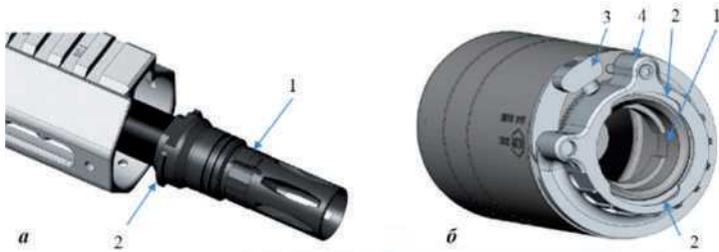

Рис. 114. Елементи будови спеціального дульного пристрою (полум'ягасника):
Швидкозйомний Пристрій Зменшення Рівня Звуку Пострілу (ПЗРЗП-Ш) – призначений для зменшення рівня звуку пострілу та зменшення спалаху під час пострілу. Порохові гази під час проходження через пристрій розширюються та втрачають швидкість. Внаслідок розширення порохових газів відбувається зменшення тиску всередині пристрою та значне зменшення і розсіювання звуку пострілу. Особливістю пристрою порівняно із звичайним ПЗРЗП є те, що цей пристрій складається з двох основних частин, а саме: спеціального дульного пристрою (полум'ягасника), та ПЗРЗП-Ш, який має конструктивну особливість швидкого приєднання до полум'ягасника. В задній частині ПЗРЗП-Ш виконано елементи кріплення до полум'ягасника. Щілинний полум'ягасник монтується на ствол (рис. 114а), а ПЗРЗП-Ш встановлюється уже на нього (рис. 114б). Для надійної фіксації спеціального дульного пристрою на стволі та запобігання його самовільному відкручуванню під час вібрації стрільби необхідно попередньо
1. Встановити гайку ПЗРЗП-Ш в положення «відкрито». Для цього потрібно натиснути на гайці клавішу фіксатора (поз. 3 рис. 114б) із написом «PUSH» і повернути гайку (поз. 4 рис. 114б) в напрямку до упору.
5. Зафіксувати ПЗРЗП на спеціальному дульному пристрої. Для цього потрібно повернути гайку (поз. 4 рис. 114б) в напрямку  попередньо натиснувши клавішу (поз. 3 рис. 114б).
1. Встановити гайку ПЗРЗП-Ш в положення відкрито. Для цього потрібно натиснути на гайці клавішу фіксатора (поз. 3 рис. 114б) із написом «PUSH» і повернути гайку (поз. 4 рис. 114б) в напрямку  до упору.